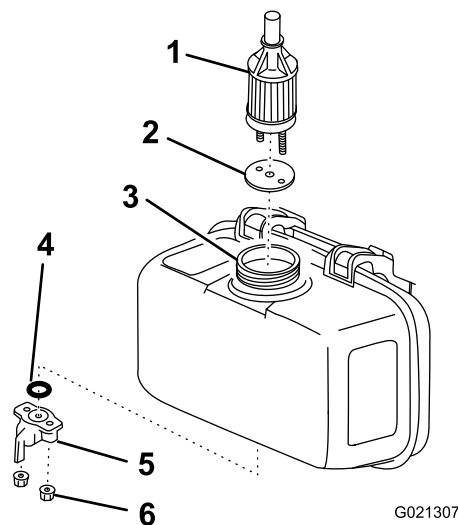

Рисунок 26
5. Ослабьте гайки под рычагом отсечного топливного клапана (Рисунок 26).
6. Снимите и удалите в отходы уплотнительное кольцо (Рисунок 26).
7. Извлеките выпускной топливный фильтр и уплотнительную прокладку из заливного отверстия (Рисунок 26).
8. Установите новый выпускной топливный фильтр и уплотнительную прокладку через заливное отверстие до упора в топливный бак (Рисунок 26).
9. Установите новое уплотнительное кольцо на рычаг отсечного топливного клапана и установите весь узел в топливный бак с помощью гаек под рычагом отсечного топливного клапана (Рисунок 26).